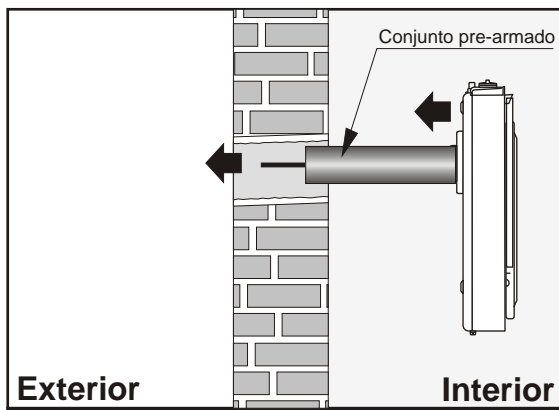

Fig.13
- Acerque el **conjunto armado** a la pared, haciendo pasar el **tubo de salida de gases** y la **varilla roscada** (que están unidos al calefactor) a través del **tubo de entrada de aire** hasta que el cuello del calefactor quede conectado a dicho tubo. Sujete el conjunto a la pared mediante los 2 tornillos de fijación provistos (Fig. 13).